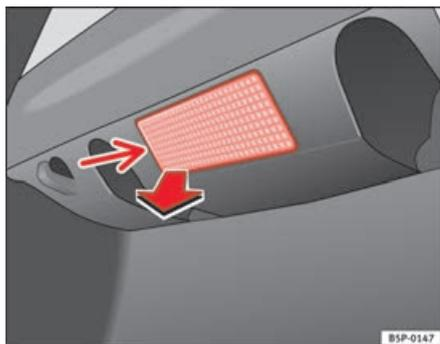

Fig. 169 Luce bagagliaio
- Estrarre il paralume facendo pressione sul bordo della sua parte interna -freccia- aiutandosi con la parte piana di un cacciavite ⇒ fig. 169.